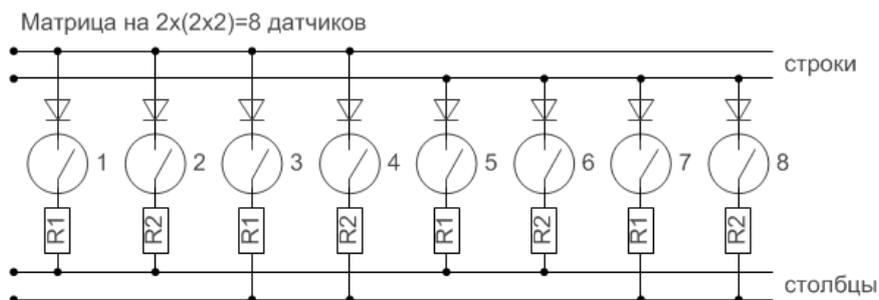

Рис.9.1. Пример схемы подключения по матрично-резистивному методу
8.3.1. Условно обозначим X проводов в кабеле строками, а Y проводов – столбцами. Тогда из этих проводов можно сделать матрицу X строк на Y столбцов. Если соединить датчиком каждый провод столбца со всеми проводами строк по 1 разу, то всего получится подключить $X*Y=N$ датчиков. Из 2 пар (4 провода) можно сделать матрицу $2*2=4$ датчика (см. рис.9.1), из 3 пар – $3*3=9$ датчиков, из 4 пар – $4*4=16$ датчиков и т.д.
9.3.2. Условно обозначим X проводов в кабеле строками, а Y проводов – столбцами. Тогда из этих пар можно сделать матрицу (тоже условное обозначение) X строк на Y столбцов. Использование датчиков с резисторами $R1$, $R2$ позволило соединить уже 2 датчиками каждый провод столбца со всеми проводами строк по 1 разу, что привело к возможности подключить $2*X*Y=N$ датчиков. Из 2 пар проводов можно сделать матрицу на $2*2*2=8$ датчиков (см. рис.9.1), из 3 пар – на $2*3*3=18$ датчиков, из 4 пар – на $2*4*4=32$ датчиков и т. д.